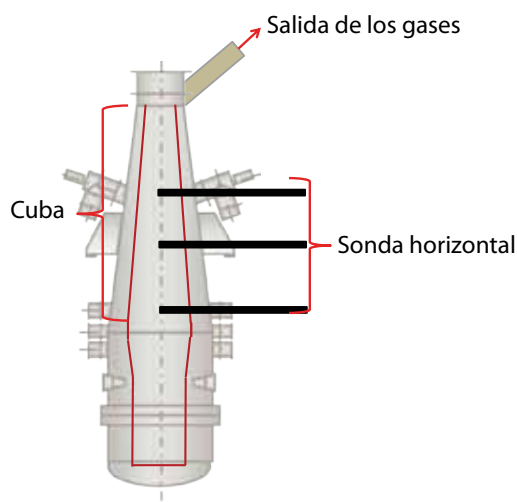

Figura 4. Locación de las mediciones de componentes gaseosos
total: un punto en la parte de salida de los gases, y treinta y seis (36) a lo largo de la cuba (doce puntos para cada parte baja, media y alta de las sondas horizontales). La figura 4 muestra las locaciones de las mediciones de los componentes gaseosos.